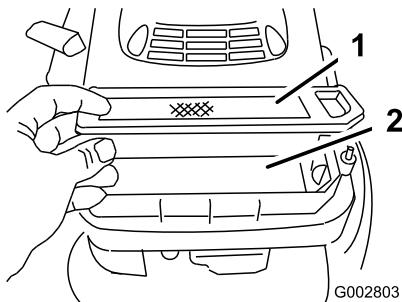

Figura 25
5. Retire el filtro de aire de papel y deséchelo (Figura 25).